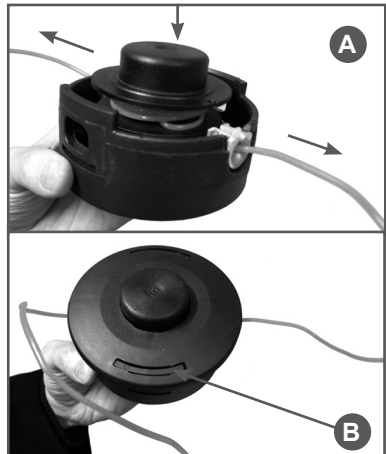

Рис. 23 Сборка триммерной головки
- Освободите из пазов корд. Для этого нажмите на катушку сверху и сильно потяните сначала один конец корда, затем другой (Рис. 23А). Уложите концы корда в направляющие на катушке. Установите крышку катушки и зафиксируйте ее защелками (Рис. 23В).